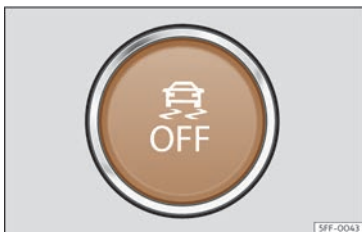

Fig. 118 Na parte inferior da consola central: botón para conectar/desconectar o ESC
- O ESC en modo “Sport” pódese desconectar e conectar mediante unha pulsación curta no botón da consola central >>> **fig. 118**.
- O ESC pódese desconectar e conectar mediante unha pulsación longa no botón da consola central >>> **fig. 118**.